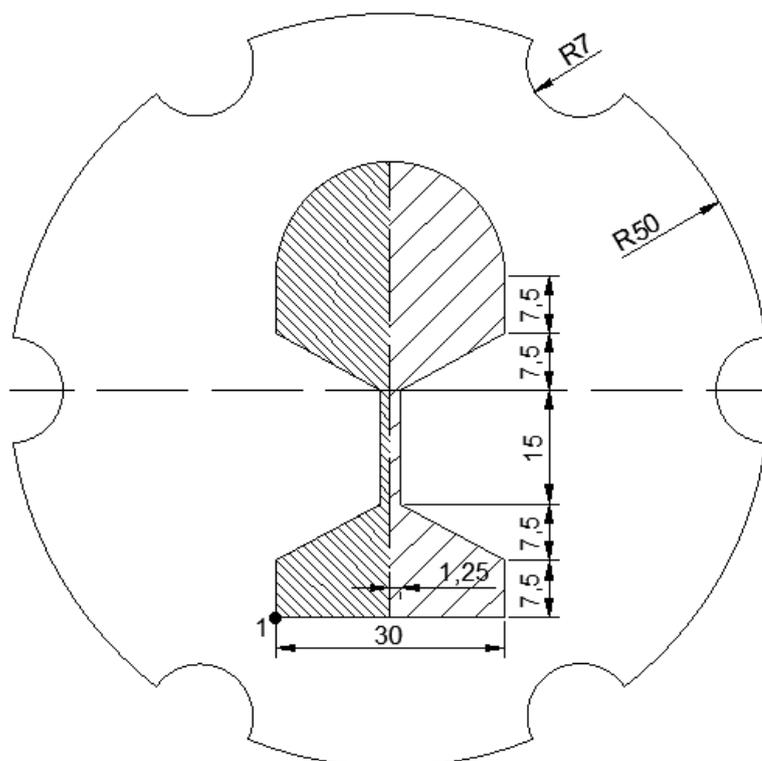

Рис. 9. Рисунок к лабораторной работе № 5
3. Закончить построение фигуры (рис. 9):